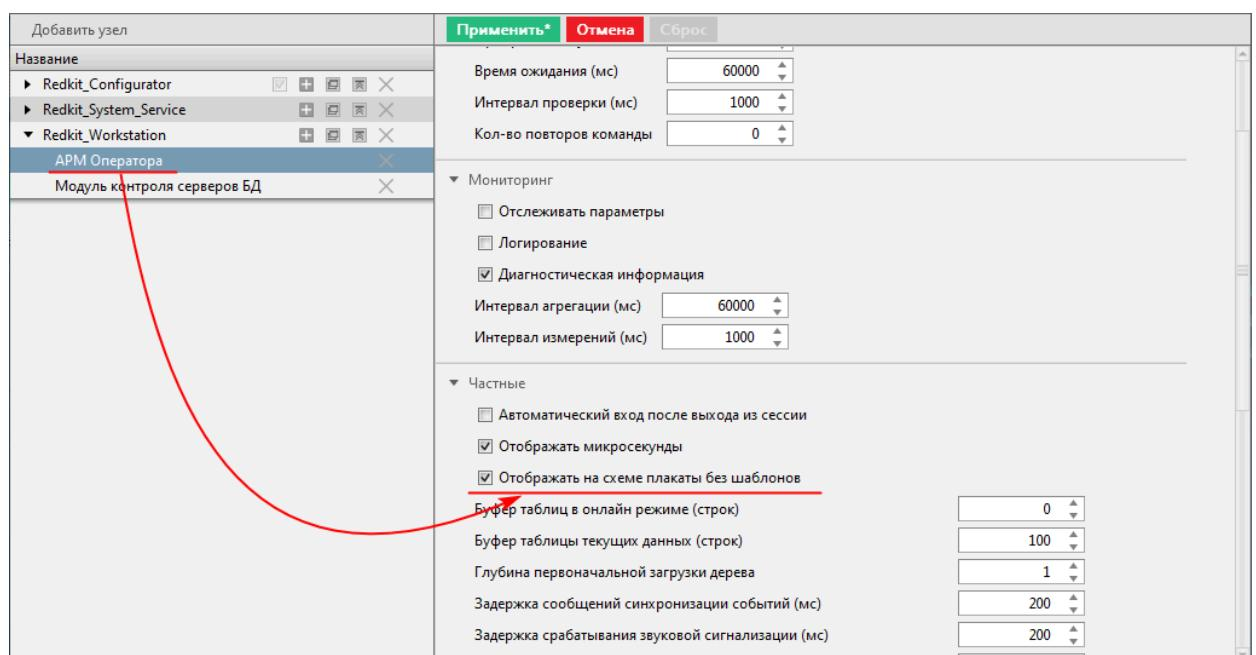

Рисунок 120 - Настройка в модуле «АРМ Оператора»
3. Там же в узлах *Redkit_Workstation* в модуле *АРМ Оператора* установите чекбокс у настройки **Отображать на схеме плакаты без шаблонов** и нажмите **Применить** (Рисунок 120).